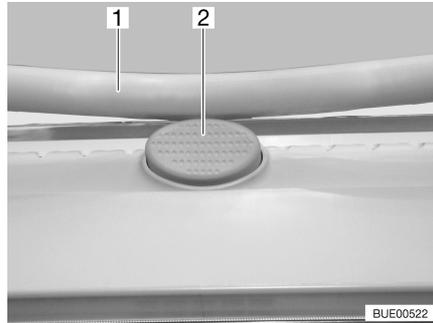

Bild 20 Sicherungsknopf an der Kipp-Dachhaube
- Den Sicherungsknopf (Bild 20,2) drücken und den Bügel (Bild 20,1) mit beiden Händen nach unten ziehen.
- Den Bügel mit beiden Händen nach oben drücken, bis der Bügel oberhalb des Sicherungsknopfes (Bild 20,2) liegt.